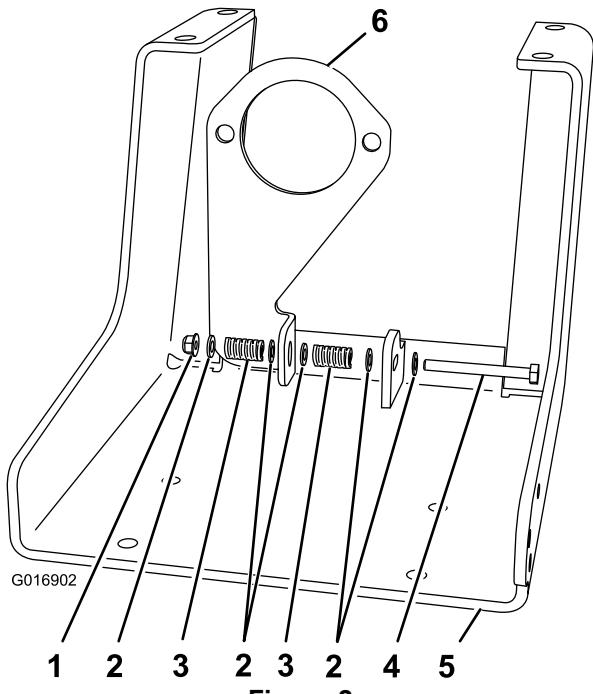

Figure 2
- Glissez une rondelle sur le boulon amortisseur et insérez-les dans le trou du bloc antivibration sur le support de la pompe de pulvérisation (Figure 2).
5. Glissez les pièces suivantes sur le boulon amortisseur dans l'ordre suivant : une rondelle (réf. 3256-23), un ressort (réf. 110-5331) et une rondelle (réf. 3256-23) (Figure 2).
6. Insérez le boulon amortisseur (avec les pièces énumérées à l'étape 5) dans le trou de la plaque (Figure 2).
7. Glissez les pièces suivantes sur le boulon amortisseur dans l'ordre suivant : une rondelle (réf. 3256-23), un ressort (réf. 110-8331) et une rondelle (réf. 3256-23), et fixez-les avec un contre-écrou (réf. 104-8300) (Figure 2).